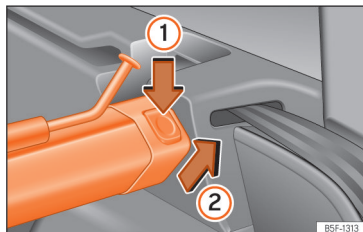

Fig. 188 În portbagaj: demontarea plasei de separare.
- Apăsăți clapeta de eliberare stânga sau dreapta » » fig. 188 în direcția indicată de săgeată ①.
- Scoateți caseta din suport în direcția indicată de săgeată » » fig. 188 ②.
- Apăsăți caseta în suporturile din dreapta și stânga în direcția opusă celei indicate de săgeată » » fig. 188 ②, până se fixează. Marcajele roșii de pe butoanele de eliberare nu trebuie să mai fie vizibile.